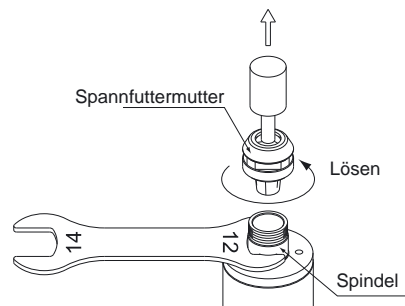

Abb. 20
- (1) Entfernen Sie das Schneidwerkzeug gemäß der oben aufgeführten Vorgehensweise "12 AUSTAUSCH DES SCHNEIDWERKZEUGS" und entfernen Sie die Spannfuttermutter. (Abb. 20)
- (2) Die Klemmhülse und die Spannfuttermutter werden durch eine Nut in der Klemmhülse und einem Flansch in der Spannfuttermutter zusammengehalten. Zum Entfernen der Klemmhülse halten Sie die Spannfuttermutter in einer Hand und schieben Sie quer nach unten an der Klemmhülse. Die Klemmhülse sollte dadurch rausspringen. (Abb. 20)